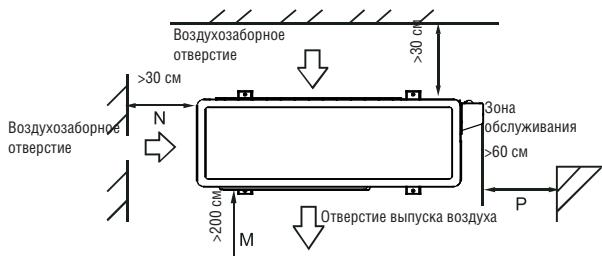

Рис. 6-5
- Минимальное расстояние между наружным блоком и возможными препятствиями, указанное в таблице минимально допустимых установочных расстояний, не соответствует действительности в случае размещения блока в воздухонепроницаемом помещении. Оставьте полностью свободными два из трёх направлений (M, N, P). (См. Рис. 6-5)